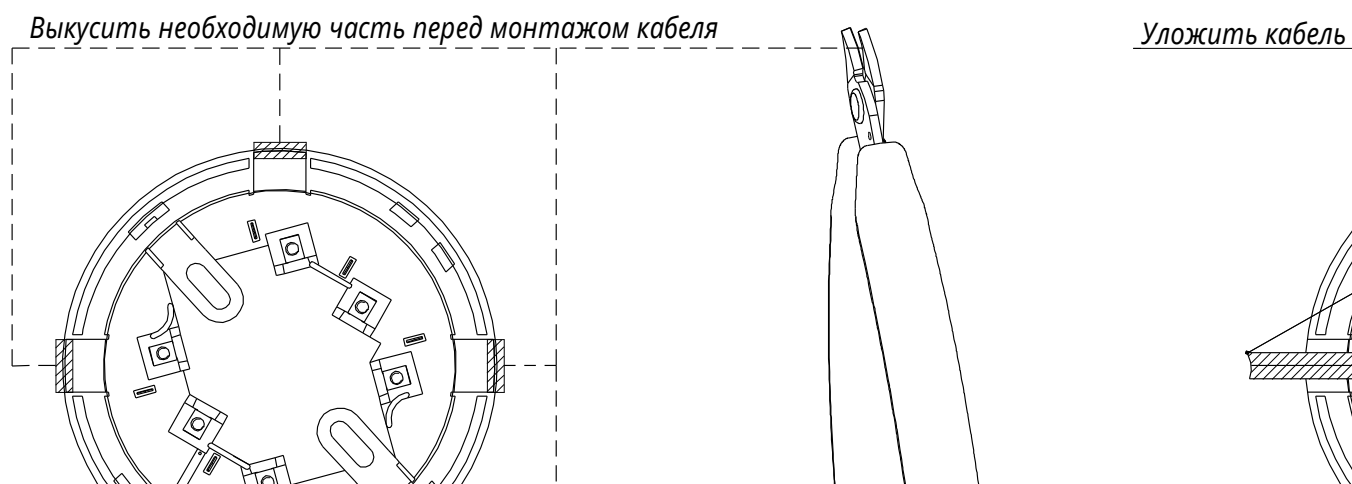

Рисунок 1
3.1 При размещении и монтаже извещателей необходимо руководствоваться требованиями ДСТУ-Н СЕН/TS 54-14 и ДБН В.2.5-56. Для монтажа извещателя необходимо базу отсоединить от извещателя, вырезать в ней нужное количество пазов для провода (см. Рис. 1) и закрепить ее на потолке помещения с помощью дюбелей и винтов. Подключение извещателей проводится согласно схеме, приведенной на рисунке 2. Рекомендуемое сечение проводов от 0,28 до 1,0 мм². Перед проверкой работоспособности и началом эксплуатации извещателя нужно снять защитный колпачок.